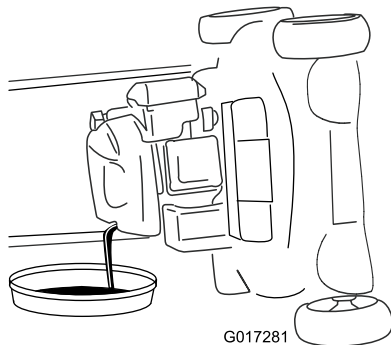

Bild 30
4. Kippen Sie die Maschine seitlich (Luftfilter nach oben), um das Altöl aus dem Öleinfüllstutzen abzulassen (Bild 30).